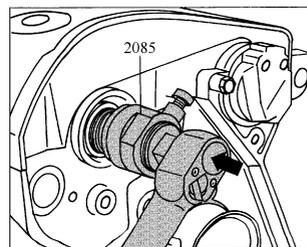

图 2-94 用 2085 用力拧入油封
11) 将 2085 的螺纹头上涂上机油, 尽可能用力拧入油封 (图 2-94)。